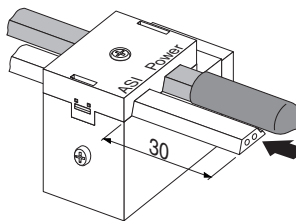

fig.5
- En fin de chaque ligne ou branche de l'installation, couper les câbles à 30mm minimum **après le dernier** connecteur (fig.5)